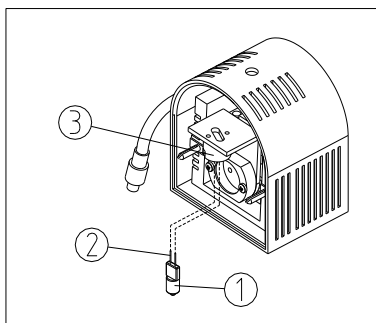

图 3
用干净的手套或纱布拿住灯泡①，把灯泡的插脚②插入到灯座上的插孔③中，并插到底，灯泡插入后应垂直，不要歪斜。（如图 3）